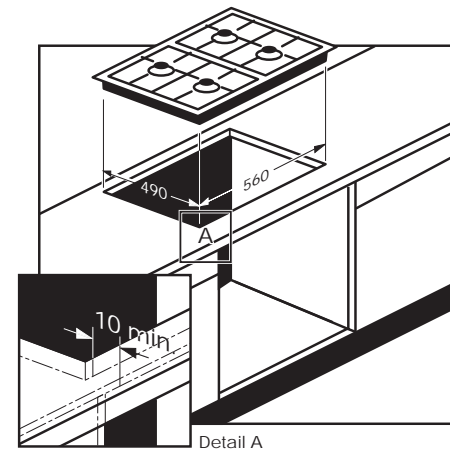

fig. 3
- Met behulp van het sjabloon kunt u de uitzaagmaat (490x560 mm) aftekenen op het aanrechtblad (zie fig. 3).
De uitzaagmaat aan de voorzijde is 10 mm (zie fig. 3, detail A), gemeten vanaf de corpus van de kast (voorzijde kast zonder deur).